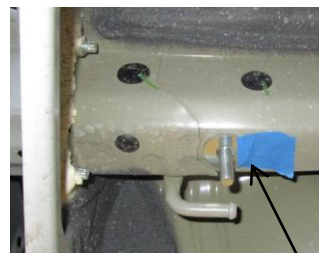

Figure 4
- Installer les rondelles plates 1/2 po** – À l'aide de ruban adhésif, fixer deux (2) rondelles plates 1/2 po (art. 6) autour des boulons de carrosserie les plus à l'arrière sur le bas du cadre, un (1) par côté. **Voir la figure 4.**
- Installer l'attelage** – Soulever l'attelage en position en veillant à ne pas repousser la visserie dans le cadre. À l'aide d'une douille 11/16 po, poser lâchement des rondelles coniques dentées 7/16, dents orientées contre l'attelage, et des écrous hexagonaux 7/16-14 sur les boulons de carrosserie, quatre (4) endroits. Assurez-vous que les rondelles plates (art. 6) reposent à égalité du bas du cadre.
- Réinstaller l'écran thermique** – Réinstaller l'écran thermique à l'aide des quatre (4) boulons retirés à l'étape 2.
**6. Installer les rondelles plates 1/2 po** – À l'aide de ruban adhésif, fixer deux (2) rondelles plates 1/2 po (art. 6) autour des boulons de carrosserie les plus à l'arrière sur le bas du cadre, un (1) par côté. **Voir la figure 4.**
**7. Installer l'attelage** – Soulever l'attelage en position en veillant à ne pas repousser la visserie dans le cadre. À l'aide d'une douille 11/16 po, poser lâchement des rondelles coniques dentées 7/16, dents orientées contre l'attelage, et des écrous hexagonaux 7/16-14 sur les boulons de carrosserie, quatre (4) endroits. Assurez-vous que les rondelles plates (art. 6) reposent à égalité du bas du cadre.